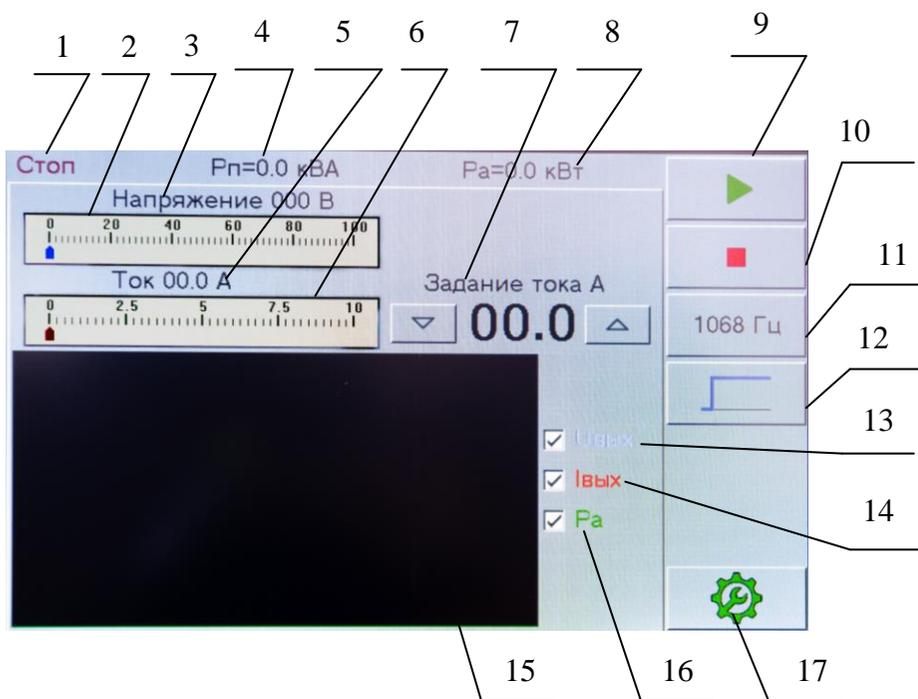

Рис.8 Назначение органов индикации и управления
7.5 Назначение органов индикации и управления генератором приведены на многофункциональном сенсорном экране, рисунок 8 (основное табло).
8.5 Если будет использоваться импульсный режим работы генератора с параметрами импульсов, установленными ранее, кратковременно нажмите кнопку 12, рисунок 8.
8.6 Генератор готов к работе. Кратковременно нажмите кнопку «Пуск» (позиция 9, рисунок 8).
8.8. Для завершения работы генератора нажмите кратковременно кнопку «Стоп» (позиция 10 рисунок 8).